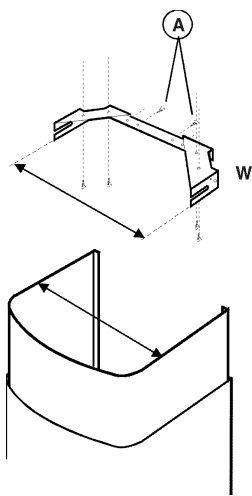

fig.10
1. Réglez la largeur de l'étrier du support (W) au moyen des vis (A) (fig. 10). Fixez-le au plafond et/ou au mur à l'aide des chevilles et vis dans les trous que vous aurez préalablement percés. Ce support doit être fixé à 3 - 4 mm au dessous du plafond, centré par rapport à la hotte située en dessous, et de niveau.